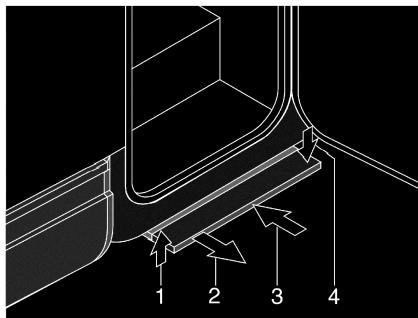

Fig. 6 Marchepied à commande mécanique
Sortir : ■ Tirer la marchepied vers l'avant (Fig. 6,2), jusqu'à ce qu'elle s'enclenche.
Rentrer : ■ Soulever légèrement le marchepied (Fig. 6,1).
■ Pousser le marchepied jusqu'à la butée sous le plancher du véhicule (Fig. 6,3)
Veillez à ce que le marchepied s'enclenche (Fig. 6,4).